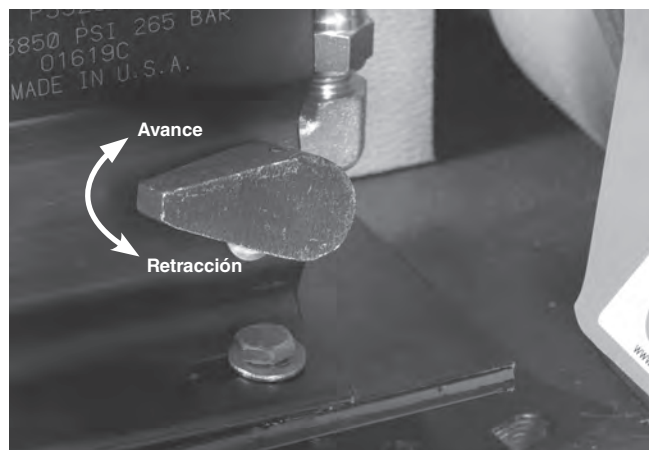

Figura 9 – Posición de la manivela de liberación de la bomba
- Para retraer el rodillo ranurador, coloque la manivela de la bomba en la posición de retracción. Vea la *Figura 9*.